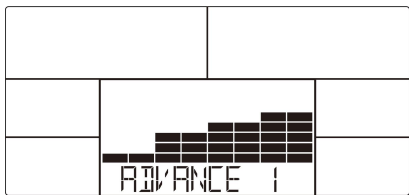

图 15
2. 按 UP 或 DOWN ((Encoder) 选择进阶者模式 1~4 (图 15) 并按 MODE / ENTER 确认进入。